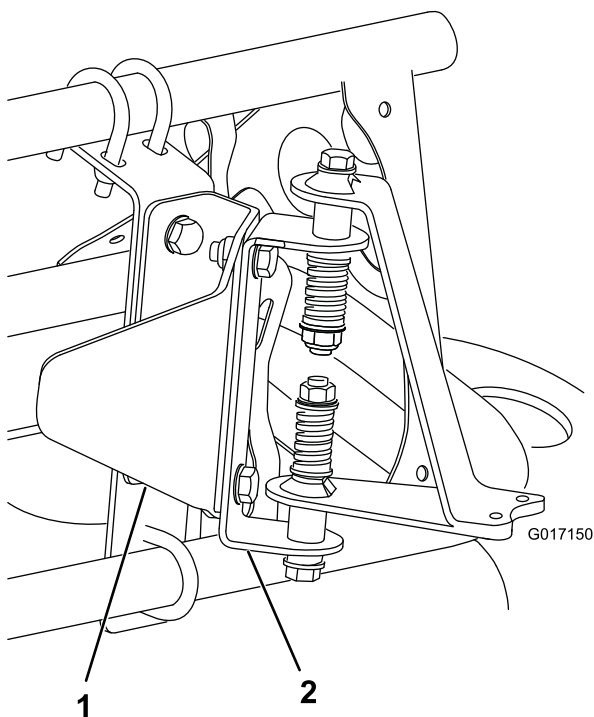
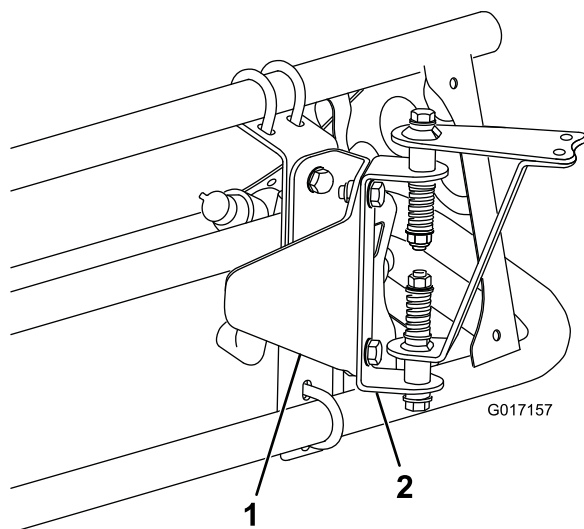

Figure 11
Figure 12
3. Posez les pièces de montage du capteur sur le support de protection avec 2 boulons (5/16 x 3/4 po) et 2 contre-écrous (5/16 po), comme montré à la Figure 11 (pour une rampe couverte) ou la Figure 12 (pour une rampe découverte).